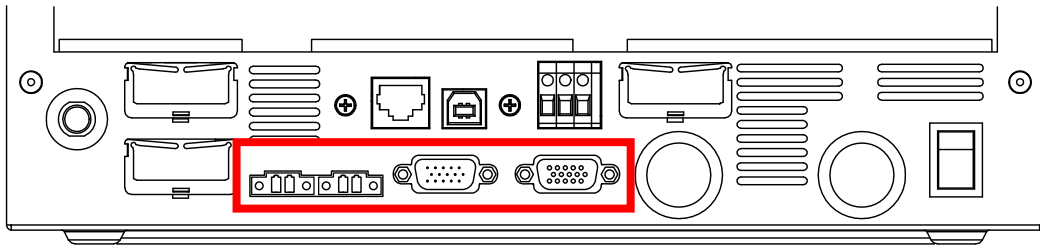

Figure 7 : Vue du bas de l'onduleur avec carte parallèle installée.
10. Fixez le panneau parallèle à l'endroit où le panneau beige a été installé à l'origine à l'aide des deux vis et rondelles de l'étape 4. Une fois terminé, le panneau parallèle sera placé au même endroit que le panneau beige avant le retrait, connecté aux mêmes connecteurs et fixé avec les mêmes vis. Les connecteurs de la carte parallèle doivent correspondre aux découpes du boîtier métallique de l'onduleur, comme indiqué à la Fig. 7.
- Revisser la carte de communication dans l'onduleur, à l'inverse de l'étape 3. Utiliser les vis retirées à l'étape 3. Le fond de l'onduleur doit maintenant avoir l'apparence de la Fig. 7.